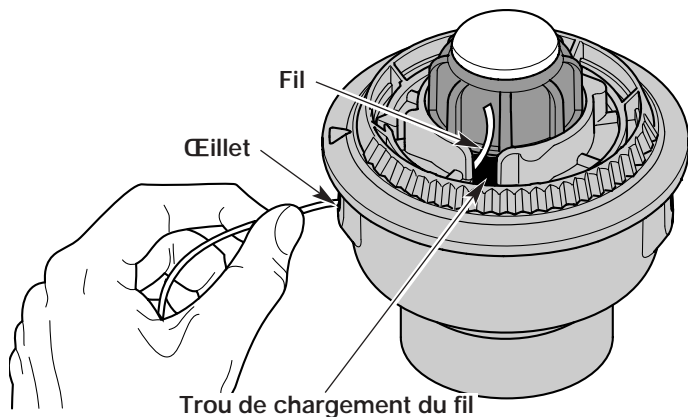

Fig. 13
3. Tirez le vieux fil des trous de chargement et de blocage du fil (Fig. 13 et 14).
4. Insérez un morceau de fil dans l'un des deux œillets de la bobine extérieure. Enfoncez-le dans le trou de chargement du moulinet intérieur (Fig. 13). Ne pliez pas le fil en l'insérant dans l'œillet.